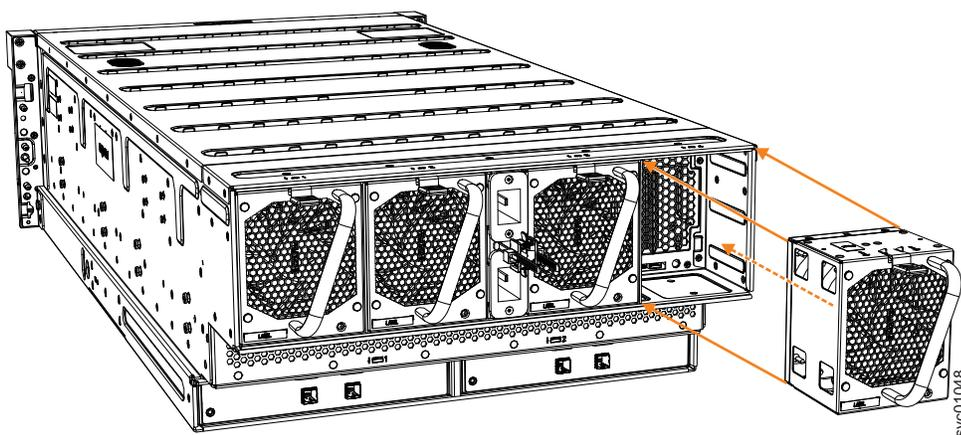

図 133. ファン・モジュールの交換
2. 図 133 に示すように、ファン・モジュールが所定の位置にカチッと収まるまで、慎重にシャーシ内に挿入します。